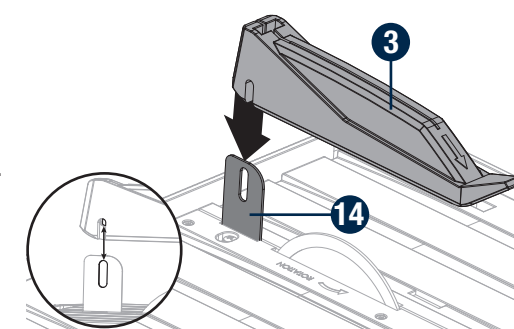

Fig. 5a
**INSTALLATION DE L'ENSEMBLE DU PROTÈGE-LAME SUPÉRIEUR (Fig. 5a-5b)**
- Glissez le protège-lame supérieur (3) sur le couteau séparateur (14) et alignez les trous du protège-lame supérieur (3) avec la fente du couteau séparateur (14).